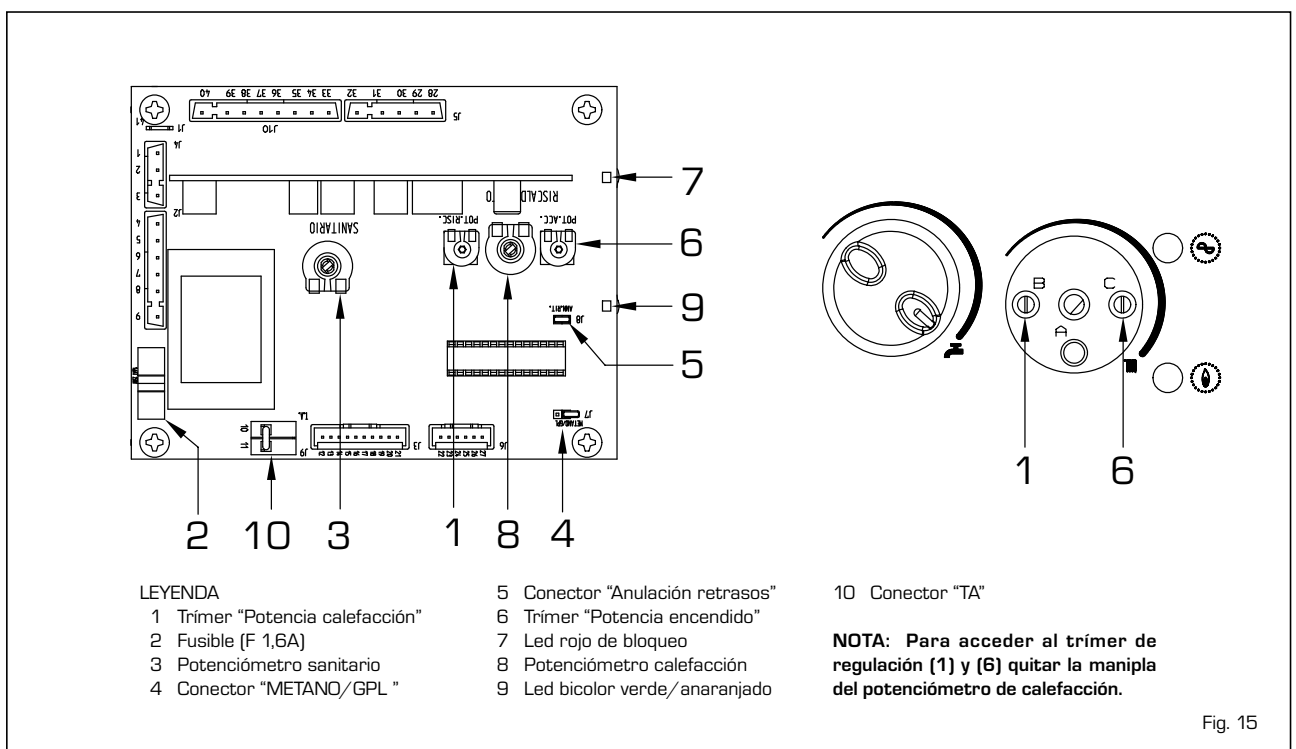

Fig. 15
La ficha electrónica presenta los dispositivos siguientes (fig. 15):
Para efectuar la regulación de la potencia de calefacción, modificando la regulación de fábrica cuyo valor de potencia se encuentra alrededor de los 16 kW, es necesario actuar con un destornillador en el trimer potencia calefacción (1 fig. 15).
- Desmontar el colector quemadores (3).
- Substituir los inyectores principales (6) y la arandela de cobre (4) suministrados en el kit; para efectuar esta operación, utilizar una llave fija $\varnothing 7$.
- Desplazar el puente del conector "METANO/GPL" de la ficha en la posición correspondiente al gas utilizado (4 fig. 15).